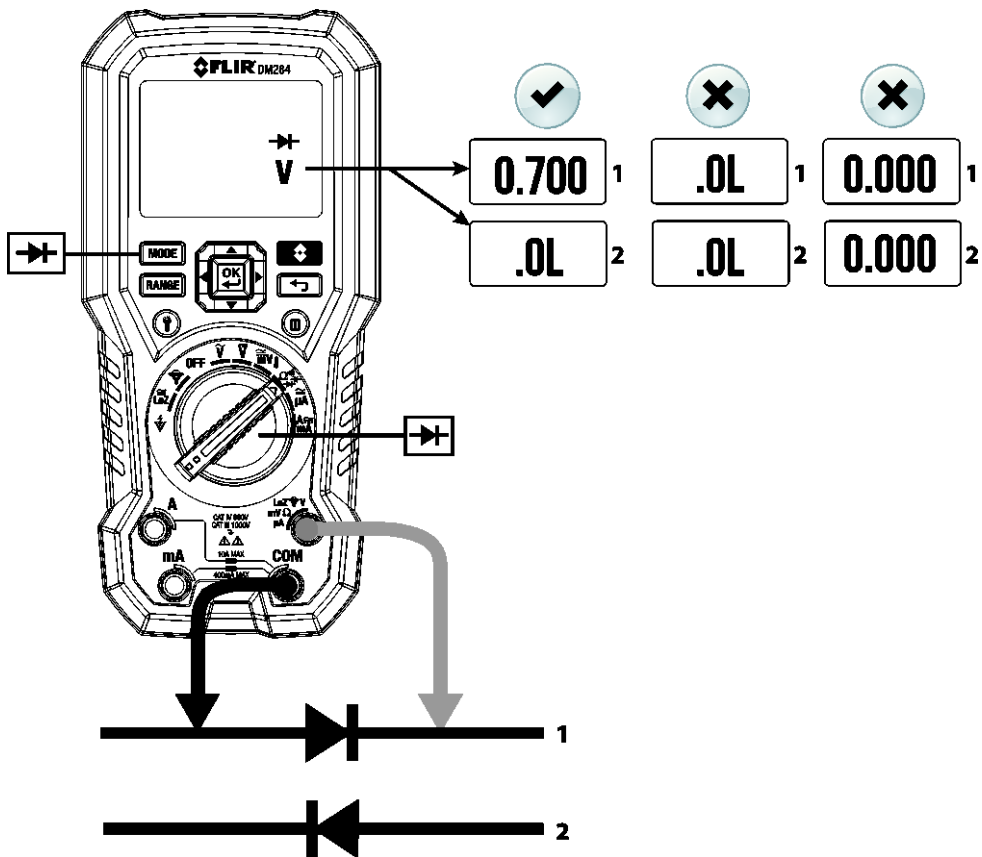

Fig. 7-4 Klassisk diodetest
4. Berør diode- eller halvledersammenføjningen under test med prøvespidserne i én polaritet (retning) og så i den modsatte polaritet som vist i **Fig. 7-4**.